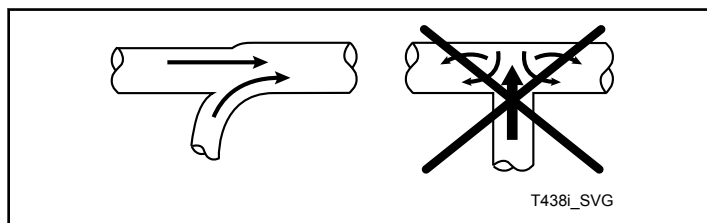

Abbildung 8
**HINWEIS:** Abluftkanäle von Trocknern nie im Winkel von 90° an den Sammelkanal anschließen. Siehe *Abbildung 8*. Andernfalls wird übermäßiger Staudruck erzeugt, der die Trockenleistung beeinträchtigt. Keine zwei Abluftkanäle von Trocknern direkt einander gegenüberliegend am Eintrittspunkt in den Sammelkanal anschließen.